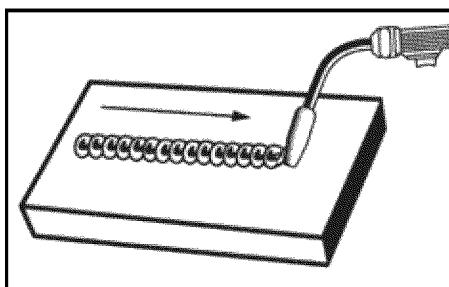

Fig. 12a
- El CORDÓN RECTO se forma moviendo el soplete en línea recta mientras se mantienen el alambre y la boquilla centrados sobre la unión de soldadura. (Fig. 12a)